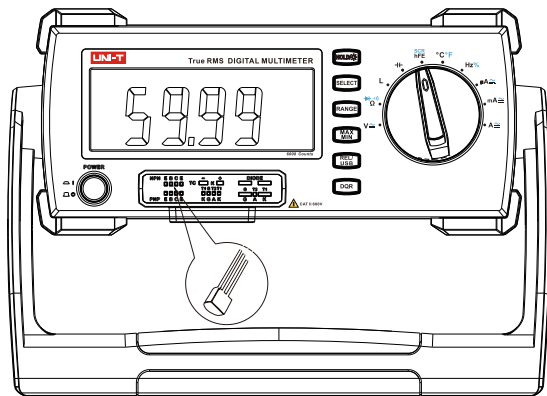

图6
- b) 将旋钮开关置于 **hFE** 档位。按下 **SELECT** 键切换到晶闸管测量功能。（如图6）